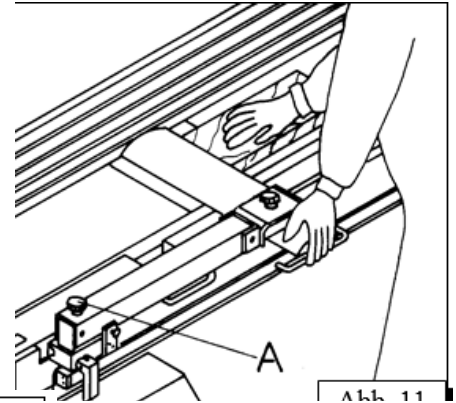

Abb. 11
Préparation de dégauchissage /Fig. 11/
- * Avec sa main droite une petite partie de la pièce est placée sous le couvercle de protection de l'arbre de fers et laissez glisser la pièce à gauche de la protection /Fig. 11/.